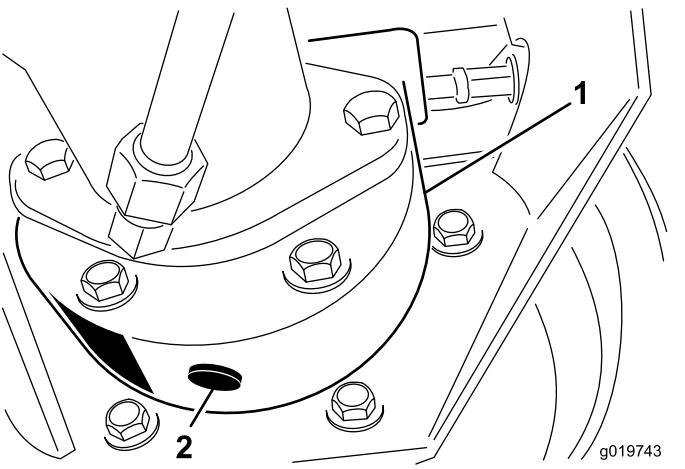

Рисунок 68
- Подставьте поддон под корпус тормоза, снимите пробку сливного отверстия и дайте маслу стечь (Рисунок 68).